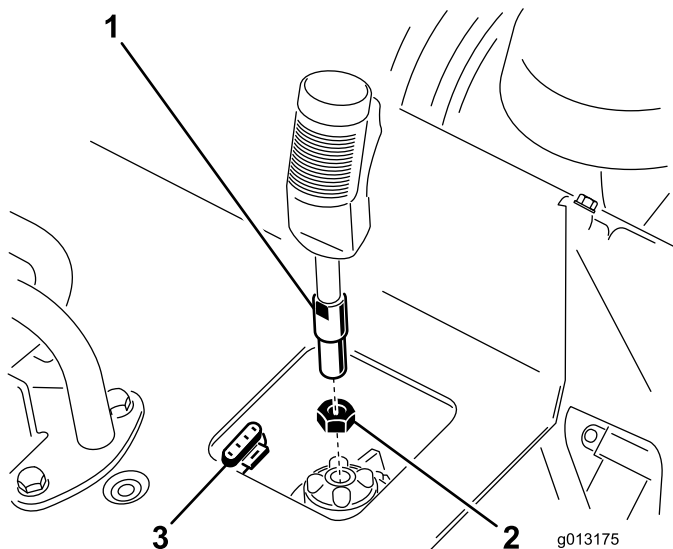

Bild 4
1. Schrauben Sie die Klemmmutter auf den Fräsensteuerhebel (Bild 4).
2. Schrauben Sie den Fräsensteuerhebel in die Aufnahme am Armaturenbrett (Bild 4).
3. Der Abzug sollte nach vorne zeigen; ziehen Sie dann die Klemmmutter gegen die Aufnahme fest, um den Hebel zu befestigen (Bild 4).
4. Schließen Sie das Kabel am Hebel am 4-poligen-Stecker unter dem Armaturenbrett an (Bild 4).